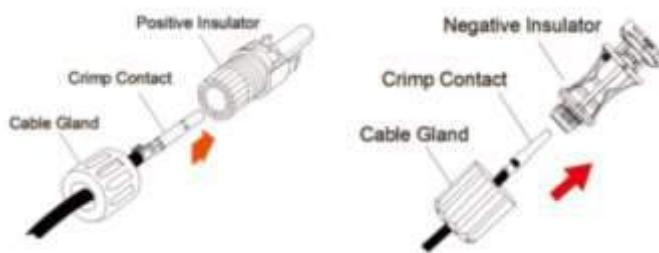

Fig. 4-39 Conduzca el cable a través del cabezal
- 3) Conduzca el cable a través del cabezal del cable, e inserte en el aislador hasta que se coloque en su lugar. Tire suavemente del cable hacia atrás para asegurar una conexión firme (Fig. 4-39). Apriete el cabezal del cable y el aislante (torque 2,5 N.m a 3 N.m).